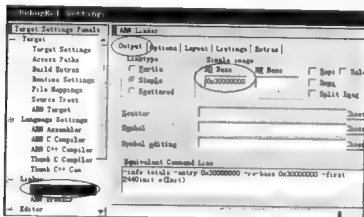
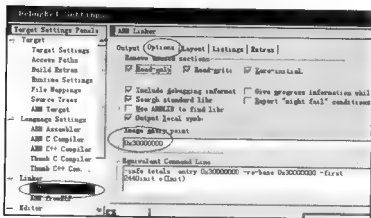
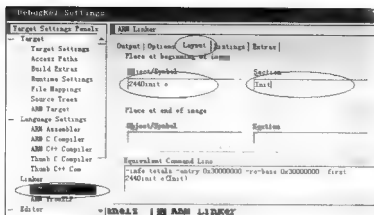

图 6-16 选择“ARM Linker”→“Output”
图 6-17 选择“ARM Linker”→“Options”
图 6-18 选择“ARM Linker”→“Layout”
(4) 在“DebugRel Settings”对话框左侧选择“ARM Linker”，然后在“Output”选项卡的“RO Base”框中输入“0x30000000”，如图 6-16 所示。在“Options”选项卡的“Image entry point”框中输入“0x30000000”，如图 6-17 所示。在 Layout 面板下 Object/Symbol 输入框中输入“2440init.o”，在“Section”框中输入“Init”，如图 6-18 所示，其实这里的 2440init.o 就是由汇编文件 2440init.s 生成的目标文件，Init 是在 2440init.s 文件中定义的一个段，段名叫 Init。